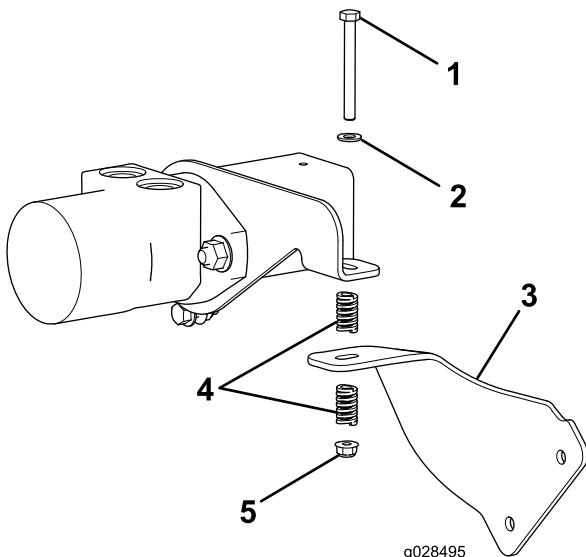

図 2
3. 図 2 のように、モータブラケットに回転防止ブラケットを取り付けるフランジヘッドボルト 5/16 x 3 インチ、平ワッシャ、圧縮スプリング2本、フランジロックナット 5/16 インチを使用する。